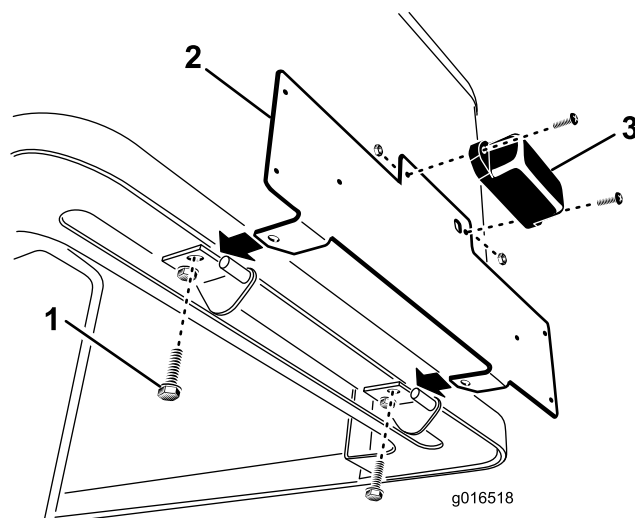

Bild 1
5. Entfernen Sie die **hinteren** Schrauben, mit denen die Scharnieraufnahmen der Haube an der Motorhaube befestigt sind (Bild 1). Entfernen Sie nur die hintere Schraube von jeder Haubenscharnieraufnahme.
1. Hinteren Schrauben der Haubenscharnieraufnahme (2)
6. Befestigen Sie die Lampe mit zwei Schrauben (Nr. 10 x 5/8") und Sicherungsmuttern (Nr. 10) an der Schildbefestigung (Bild 1). Ziehen Sie sie nicht zu fest. Stellen Sie sicher, dass die Linse nach unten zeigt, und dass die Kabel durch das Loch in der Schildbefestigung gesteckt sind.
7. Befestigen Sie die Schildbefestigung mit den zwei vorher entfernten Schrauben an den Haubenscharnieraufnahmen und der Haube (Bild 1).